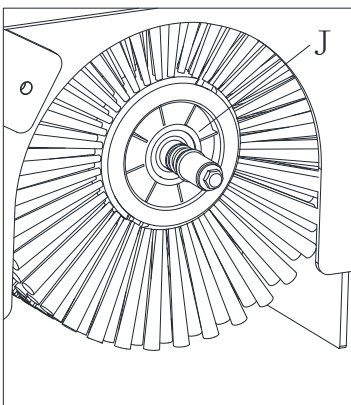
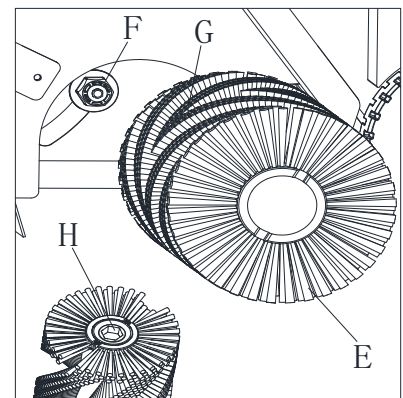

Figure 26
Figure 24
6. Retirez la brosse principale (E, figure 24) avec le moyeu (J, figure 26).
7. Vérifiez que le moyeu d'entraînement (F, figure 24) est exempt de saleté ou de matières étrangères (cordes, cordons, etc.) enroulées accidentellement.
8. La nouvelle brosse principale doit être installée avec le motif des poils comme indiqué sur la figure (G, figure 24).
9. Installez la nouvelle brosse principale et assurez-vous que le filet hexagonal (H, figure 24) s'adapte correctement au moyeu d'entraînement (F, figure 24).
10. Installez le moyeu (J, figure 26) dans la brosse principale.